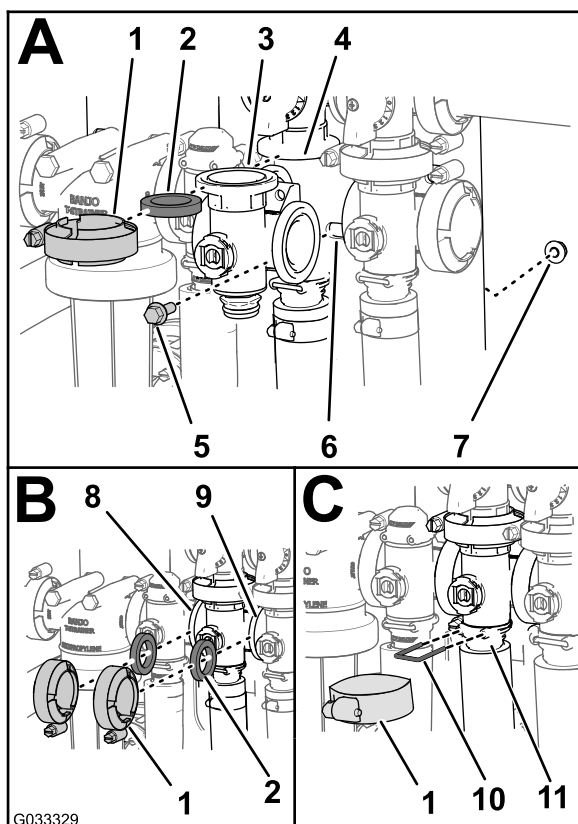

Bild 76
1. Fluchten Sie den Flansch des Rührwerkventilverteilers, eine Dichtung und den Flansch des Rührwerk-Sicherheitsventils aus (A in Bild 76).
2. Montieren Sie das Rührwerksicherheitsventil, die Dichtung und den Rührwerkventilverteiler mit einer Klemme und ziehen sie mit der Hand an (A in Bild 76).
3. Fluchten Sie eine Dichtung zwischen den Flanschen des Dosierungsregelventils und dem Rührwerkventilverteilers aus (A in Bild 76).
4. Montieren Sie die Dichtung und den Rührwerkventilverteiler mit einer Klemme und ziehen sie mit der Hand an (B in Bild 76).
5. Fluchten Sie eine Dichtung zwischen den Flanschen des Rührwerkventilverteilers und dem Hauptauslegerventil aus (B in Bild 76).
6. Montieren Sie den Rührwerkventilverteiler, die Dichtung und das Hauptauslegerventil mit einer Klemme und ziehen sie mit der Hand an (B in Bild 76).
7. Montieren Sie den Rührwerkventilverteiler und die Fassung mit einer Klemme und ziehen sie mit der Hand an (C in Bild 76).
8. Stecken Sie einen Halter in die Fassung des Anschlussstückes, um das Endkappen-Anschlussstück am Auslaufanschlussstück zu befestigen (C in Bild 76).